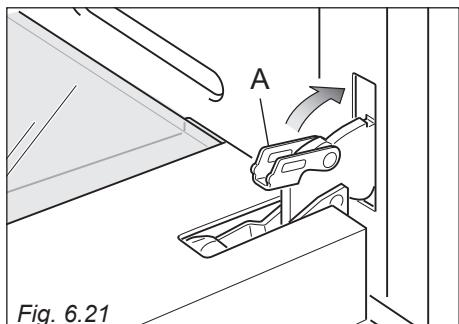

Fig. 6.21
4. Chiudere le leve "A" delle cerniere destra e sinistra (fig. 6.21).